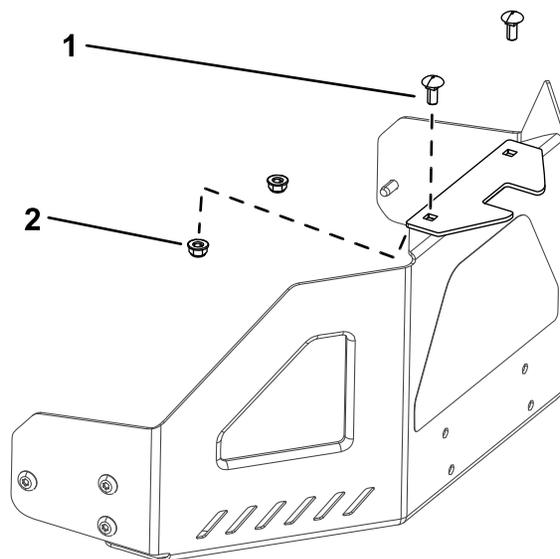

Figura 9
1. Instale o suporte estabilizador no resguardo do motor utilizando dois parafusos de carroçaria (5/16 pol. x 3/4 pol.) e duas porcas de bloqueio (5/16 pol.) (Figura 9).